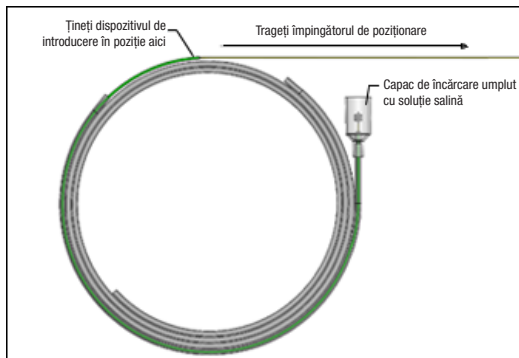

Figura 5 - Tragerea împingătorului de poziționare în direcția proximală pentru retragerea implantului
16. Fixând cu o mână dispozitivul de introducere de culoare verde, prindeți împingătorul de poziționare și trageți ușor proximal pentru a începe retragerea implantului. Consultați Figura 5.